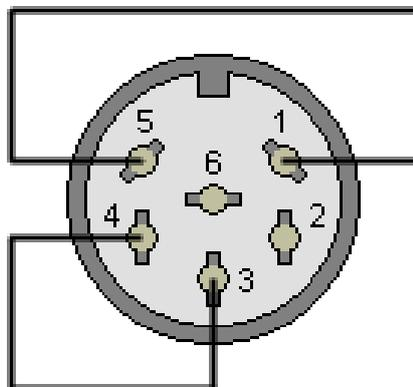

Bild 15
5.1. 6-poliger DIN-Stecker. Verdrahtung von der Lötseite aus gesehen (Bild 15).